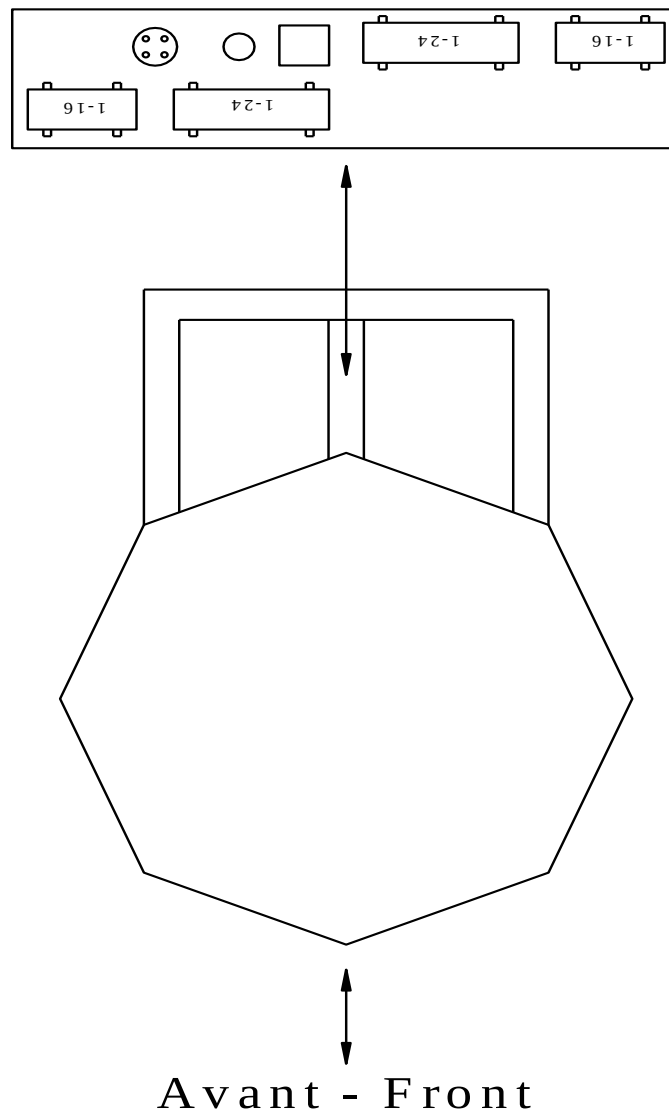

Figure 3 —Deuxième étape
1. Déposer le contenant à ballasts sur la partie arrière de la base. (Voir figure 3).